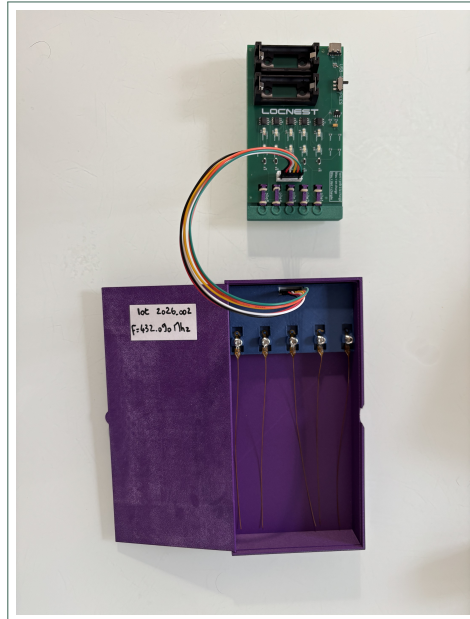

Figure 1: Kit Locnest
- ▶ Les balises Locnest (rangées dans la boîte violette, voir figure 1).
- ▶ Un support spécifique pour les balises, accompagné de vis de maintien (boîte violette, voir figure 1).
- ▶ Un chargeur dédié aux balises (module vert, voir figure 1).